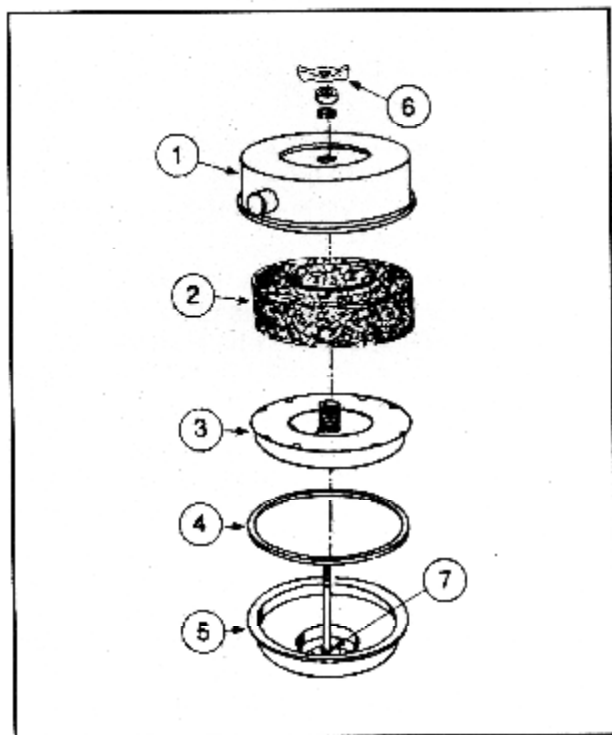

Рис. 2-24 (V 51909) Сапун картера зернистый.
1. Открутите гайку - барашек (6, Рис. 2-24), снимите плоскую и резиновую шайбы, крепящие крышку (1) к корпусу сапуна (5).
2. Поднимите крышку и снимите сетку (2), паротделитель (3) и прокладку (4).
5. Вставьте очищенный или новый элемент сапуна (2, Рис. 2-24) и очищенный паротделитель (3) в корпус сапуна (5).
6. Вставьте резиновое уплотнение (4) в крышку (1), установите крышку в сборе в корпус (5).